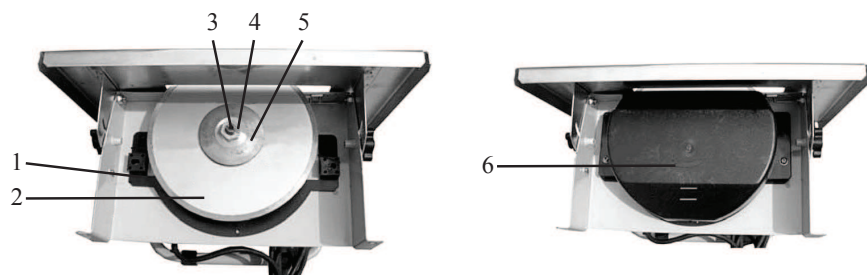
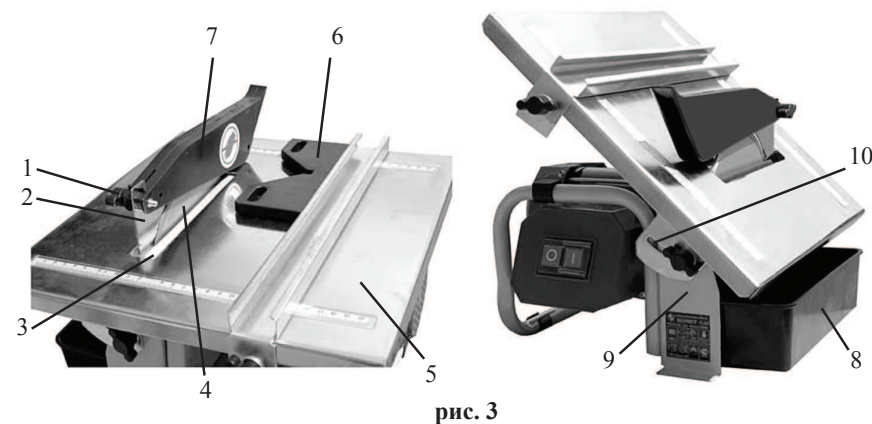

рис. 2
рис. 3
6.2 Установите и закрепите вставку диска 1 (рис. 2)
6.3 Зафиксируйте гаечным ключом шпиндель 3 (рис. 2) а вторым ключом открутите гайку 4 (рис. 2) и снимите фланец 5 (рис. 2)
6.4 Установите отрезной диск 2 (рис. 2), затем установите фланец 5 (рис. 2), удерживая ключом шпиндель плиткореза 3 (рис. 2) затяните гайку 3 (рис. 2). Проверьте фиксацию.
6.5 После монтажа диска установите и закрепите нижний защитный кожух 6 (рис. 2).
6.7 Как показано на рис. 3 на рабочем столе 5 установите и закрепите двумя винтами 3 расклинивающий нож 2.
6.9 Между основанием 9 (рис. 3) и защитным кожухом 6 (рис. 2) установите поддон 8 (рис. 3). В поддон 8 (рис. 3) налейте воды для охлаждения отрезного диска. Следите за уровнем воды по фаскам на защитном кожухе 6 (рис. 2).
7.1.3 Как показано на рис. 3 рабочий стол 5 переведите в наклонное положение. Угол резания можно выставить по шкале 10.
Угловой упор 6 (рис. 3) используется для резания заготовки по диагонали.